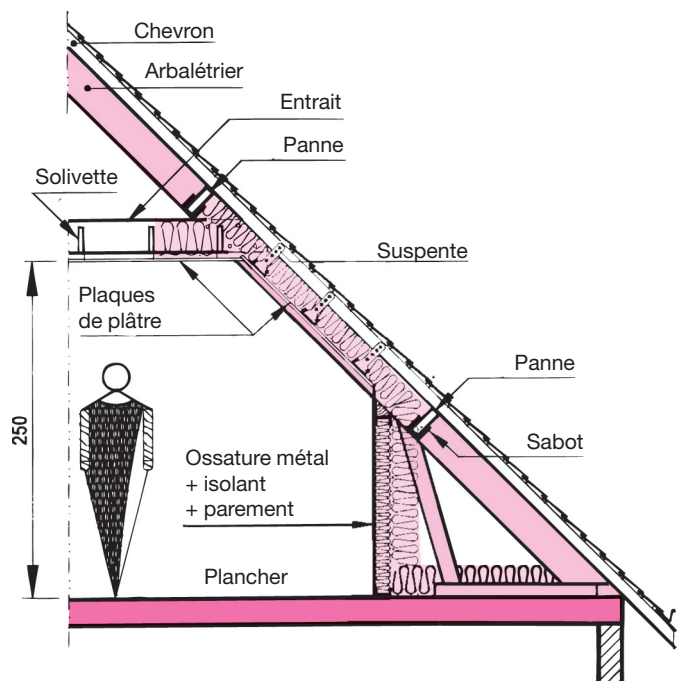

Fig. 39 : Charpente avec fermes à entrain retroussé
- des fermes traditionnelles à entrain retroussé (fig. 39).
► Technique de mise en œuvre de l'isolation thermique et acoustique (fig. 39) :